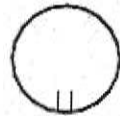
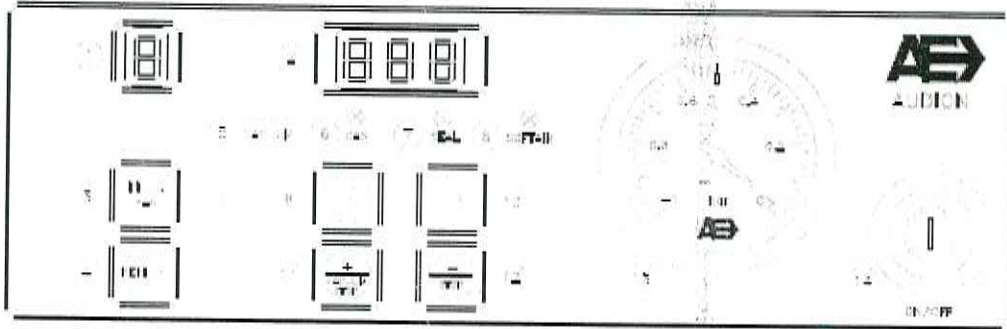

Рисунок 2.2b: уровень для измерения уровня масла
Рисунок 3.1: Пульт управления
Убедитесь в том, что Audionvac находится в положении "ВЫКЛЮЧЕНО" ("OFF"). Прежде, чем приступить к процедуре подключения электропитания, установите главный выключатель в положение "ВЫКЛЮЧЕНО" ("OFF") (см. рис. 3.1). Для выполнения проверки уровня масла, устройство должно располагаться на плоской поверхности в горизонтальном положении. На боковой или задней стороне устройства находится уровнемер для измерения уровня масла (рисунок 2.2b). Уровень масла должен находиться между надписями: "MIN" ("МИНИМАЛЬНЫЙ УРОВЕНЬ") и "MAX" ("МАКСИМАЛЬНЫЙ УРОВЕНЬ"). Для данного оборудования необходимо, чтобы масляный резервуар был заполнен до 80 %. Исключение составляет модель VMS43, для которой масляный резервуар должен быть заполнен только до 60 %. Чуть меньшее количества масла лучше, чем его излишнее количество. Уровень масла в масляном резервуаре не должен подниматься выше, чем на 2 мм относительно точки измерения в центре уровнемера.
- Если сливная пробка отсутствует, то для слива масла воспользуйтесь уровнемером для измерения уровня масла (рисунок 2.2b).
- 1) Откройте крышку и включите устройство (кнопка 14 на рис. 3.1).
- 2) Выберите программу, которая должна быть запрограммирована (перепрограммирована) (кнопка 3 на рис. 3.1).
- 3) Нажмите на кнопку **[REPROG]** (кнопка 4 на рис. 3.1) и подождите, пока не начнет мигать номер программы на дисплее (дисплей 1 на рис. 3.1).
- 4) Выберите процесс вакуумирования, закачки газа, запайки или мягкой подачи воздуха (светодиодный индикатор 5,6,7 или 8), который должен быть запрограммирован (кнопка 9/10 на рис. 3.1).
- 5) Установите нужное время с помощью кнопки **[+]** или **[-]** (кнопка 11+12 на рис. 3.1). Время будет отображаться на дисплее (дисплей 2 на рис. 3.1).
- 7) Снова нажмите на кнопку **[REPROG]** (кнопка 4 на рис. 3.1) для того чтобы сохранить новые значения.
- 4) Выберите процесс вакуумирования (Вакуумирование = №5 на рис. 3.1), закачки газа (Закачка газа = №6 на рис. 3.1), запайки (Запайка = №7 на рис. 3.1) или мягкой подачи воздуха (Мягкая подача воздуха = №8 на рис. 3.1), который должен быть запрограммирован (кнопка 9/10 на рис. 3.1). Загорится соответствующий светодиодный индикатор процесса. Если выбран процесс вакуумирования, то могут быть выполнены следующие действия: после однократного нажатия на кнопку выбора процесса можно отрегулировать требуемое процентное значение вакуума. При выборе уровня 99 % (см. следующий шаг), на дисплее после второго нажатия на кнопку отображается дополнительное время вакуумирования (дополнительное время, в течение которого устройство будет осуществлять вакуумирование после достижения уровня 99 %). Это время можно также установить в следующем шаге. После третьего нажатия на кнопку осуществляется переход к следующему процессу. Если был установлен уровень меньше 99 %, то после второго нажатия на кнопку появляется следующий текст: "OFF". Это означает, что установить дополнительное время вакуумирования невозможно.
- 5) Требуемое процентное значение и значение времени могут быть установлены с помощью кнопки **[+]** или **[-]** (кнопка 11 +12 на рис. 3.1). Значения отображаются на дисплее (дисплей 2 на рис. 3.1).
- 7) Повторное нажатие на кнопку **[REPROG]** (кнопка 4 на рис. 3.1) приводит к сохранению заданных значений.
- 1) Выберите программу, которая должна быть запрограммирована (перепрограммирована) (кнопка 3 на рис. 3.1).
- 2) Нажмите на кнопку **[REPROG]** (кнопка 4 на рис. 3.1) и подождите, пока не начнет мигать номер программы на дисплее (дисплей 1 на рис. 3.1).
- 4) Показание вакуумметра будет перемещаться к значению '-1' (вакуумметр 13 на рис. 3.1). После достижения требуемого уровня вакуума нажмите на кнопку "Stop Vacuum" ("Остановка вакуумирования") (кнопка 11 на рис. 3.1). Если необходим максимальный вакуум, то перед нажатием на кнопку "Stop Vacuum" ("Остановка вакуумирования") стрелка вакуумметра должна находиться, по крайней мере, 5 секунд в значении '-1'. Автоматически запустится следующий процесс. Время, требуемое для достижения необходимого процентного значения вакуума, сохраняется.
- 5) Запускается процесс закачки газа. Стрелка вакуумметра возвращается в '0'. После достижения требуемого давления газа нажмите на кнопку "Stop" ("Остановка") (кнопка 11 рис. 3.1). Осторожно! Давление газа не должно находиться между 0 и 0.3. Минимальная разность давления между давлением внутри и снаружи камеры должна превышать 0.3 (или 30 %). В противном случае существует большая вероятность получения некачественного шва или вообще его отсутствия. Автоматически запустится следующий процесс.
- 7) При выполнении процесса мягкой подачи воздуха происходит перемещение стрелки вакуумметра в "0". После достижения надлежащего значения времени необходимо нажать на кнопку "Stop Vacuum" ("Остановка вакуумирования") (кнопка 11 на рис. 3.1). Теперь воздух будет подаваться автоматически.
- 4) Вакуумирование будет продолжаться до достижения уровня 99 %. После достижения уровня 99 % выполняется дополнительное вакуумирование в соответствии с дополнительным временем вакуумирования. Если необходим максимальный вакуум, то стрелка вакуумметра должна находиться, по крайней мере, 5 секунд в значении '-1'. По истечении требуемого времени нажмите на кнопку "Stop Vacuum" ("Остановка вакуумирования") (кнопка 11 на рис. 3.1). Автоматически запустится следующий процесс. Требуемое время вакуумирования сохраняется.
- 5) Запускается процесс закачки газа. Стрелка вакуумметра начинает перемещаться к '0'. После достижения требуемого давления нажмите на кнопку "Stop Vacuum" ("Остановка вакуумирования") (кнопка 11 на рис. 3.1). Осторожно! Давление газа не должно находиться между 0 и 0,3, поскольку это приведет к образованию некачественного шва или вообще к его отсутствию. Автоматически запустится следующий процесс.
- 7) При выполнении процесса мягкой подачи воздуха происходит перемещение стрелки вакуумметра в "0". По истечении требуемого времени нажмите на кнопку "Stop Vacuum" ("Остановка вакуумирования") (кнопка 11 на рис. 3.1). Теперь воздух будет подаваться автоматически.
2. Выберите программу, которую вы хотите изменить, и нажмите на кнопку **[REPROG]** (кнопка 4 на рис. 3.1).
3. Выберите процесс закачки газа (кнопка 12 на рис. 3.1). Выберите цикл, в котором вы обычно регулируете время закачки газа или процентное значение газа.
4. Нажмите на кнопку "-" (кнопка 12 на рис. 3.1) и подождите, пока на дисплее не отобразится сообщение "OFF".